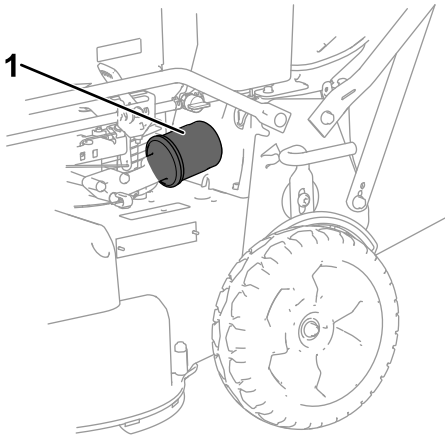

Bild 27
6. Entfernen Sie den Ölfilter (Bild 27).